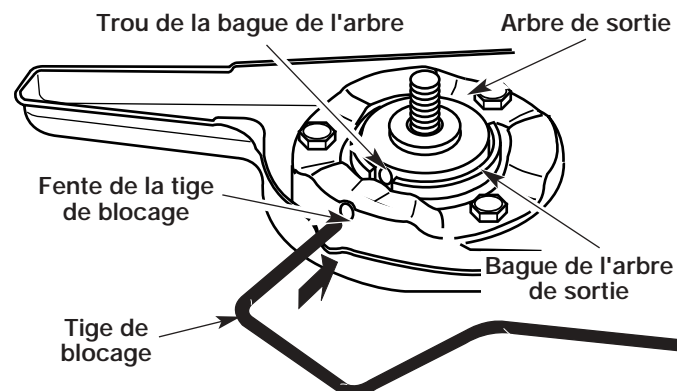
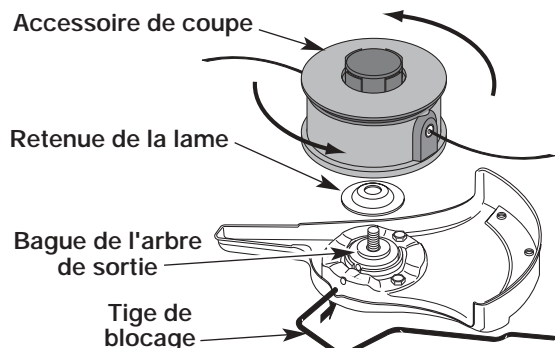

Fig. 8
Fig. 15
1. Alignez le trou de la bague de l'arbre avec la fente de la tige de blocage, puis insérez la tige dans le trou de la bague (Fig. 8).
- Alignez le trou de la bague de l'arbre avec la fente de la tige de blocage, puis insérez la tige dans le trou (Fig. 8).
5. Alignez le trou de la bague de l'arbre avec la fente de la tige de blocage, puis insérez la tige dans le trou. (Fig. 8). Placez la retenue de lame sur l'arbre de sortie, la partie plate reposant contre la bague de l'arbre tel qu'indiqué sur la Fig. 15. Vissez l'accessoire de coupe à gauche sur l'arbre. Vissez bien.